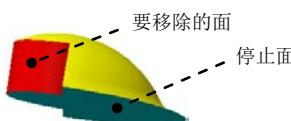

图 13.4.18 成形工具 4
Step7. 创建图 13.4.18 所示的零件特征——成形工具 4。
(1) 选择命令。选择下拉菜单 **插入(I)** → **钣金(H)** → **成形工具** 命令。
(2) 定义成形工具属性。
① 定义停止面。激活“成形工具”对话框的 **停止面** 区域，选取图 13.4.18 所示的模型表面作为成形工具的停止面。
② 定义移除面。激活“成形工具”对话框的 **要移除的面** 区域，选取图 13.4.18 所示的模型表面作为成形工具的移除面。
(3) 单击  按钮，完成成形工具 4 的创建。